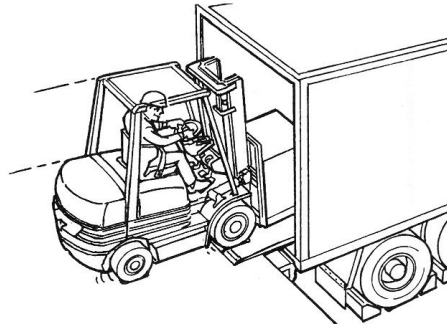

Fig. 10.6 Transporte, carga y descarga del montacargas
- Suba o baje del remolque o del vagón de carga muy lentamente, y verifique la resistencia y la estabilidad de las rampas durante todo el proceso. (Ver Fig. 10.6)